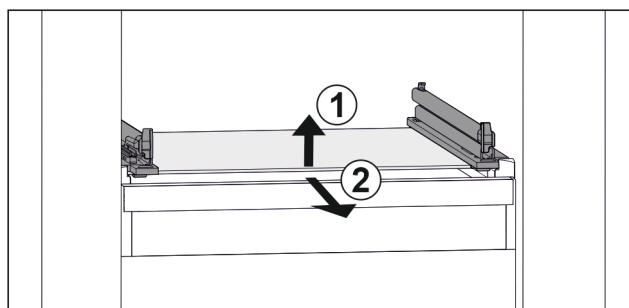

Fig. 137 Rappresentazione esemplificativa del ripiano in vetro
- ▶ Sollevare il ripiano in vetro dal davanti. Fig. 137 (1)
- ▶ Rimuovere il ripiano in vetro tirando in avanti. Fig. 137 (2)